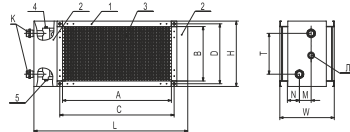
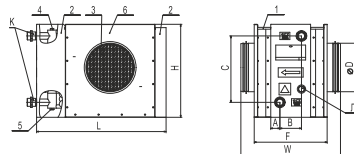

Fig 1
Fig 2
lwh besteht aus einem Gehäuse (1), einer im Gehäuse integrierten Heizeinheit (3) sowie einem runden oder rechteckigen Anschlussstutzen, Abb. 1 und Abb. 2. Das Gehäuse besteht aus einer Gehäuseseite (6 für die Rohr-Warmwasser-Heizregister) und zwei Schutzmänteln (2) aus verzinktem Stahlblech.
Am Ausgangskollektor des Heizregisters ist ein Gewindestutzen (Gewinde G1/4) mit einem Stopfen (siehe L, Abb. 1 und Abb. 2) montiert. Der Stopfen kann zur Temperaturmessung und für den Frostschutz des Heizregisters durch einen Eintauch-Tempersensor ersetzt werden. Das Heizregister ist mit einem Entlüftungsstutzen mit Gewinde G1/2 (4) und einem Entleerungsstutzen mit Gewinde G1/2 (5) an der Stirnseite ausgestattet.
Die Grundabmessungen für die Warmwasser-Heizregister mit einem rechteckigen und runden Anschlussstutzen sind in den Tabellen 1, 2 und in Abb. 1 und Abb. 2 angegeben. Die Grundparameter und die technischen Daten sind in Tabellen 3, 4 angegeben.